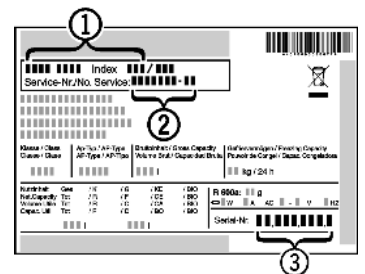

Fig. 9
- ▶ Gerätebezeichnung *Fig. 9 (1)*, Service-Nr. *Fig. 9 (2)* und Serial-Nr. *Fig. 9 (3)* vom Typenschild ablesen. Das Typenschild befindet sich an der linken Geräteinnenseite.
- ▶ Den Kundendienst benachrichtigen und den Fehler, Gerätebezeichnung *Fig. 9 (1)*, Service-Nr. *Fig. 9 (2)* und Serial-Nr. *Fig. 9 (3)* mitteilen.